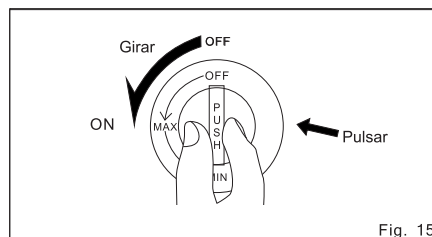
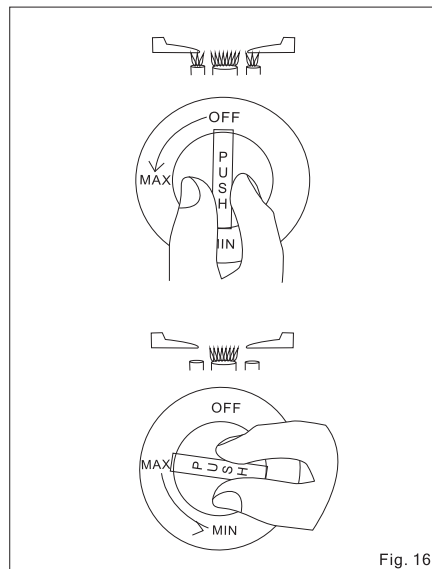

Fig. 15
Fig. 16
- A. Abra la llave de paso del gas, presione la perilla de ajuste del gas y gire a la posición Max (en sentido antihorario), hasta que escuche el ruido del encendedor. Asegúrese de que el quemador este encendido (Fig. 15). En esta posición se encenderán el pequeño y el grande quemador desde el doble quemador. Para usar solo el quemador pequeño, libere la perilla de ajuste del gas y gírela en la posición MIN (Fig. 16).